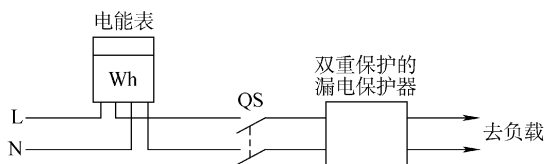

图 1-54 具有过载和短路双重保护功能的漏电保护器接线
- 具有过载和短路双重保护功能的漏电保护器（或漏电断路器，如 DZL30、E4EB 等系列），不用再安装过载和短路器件。其接线如图 1-54 所示。